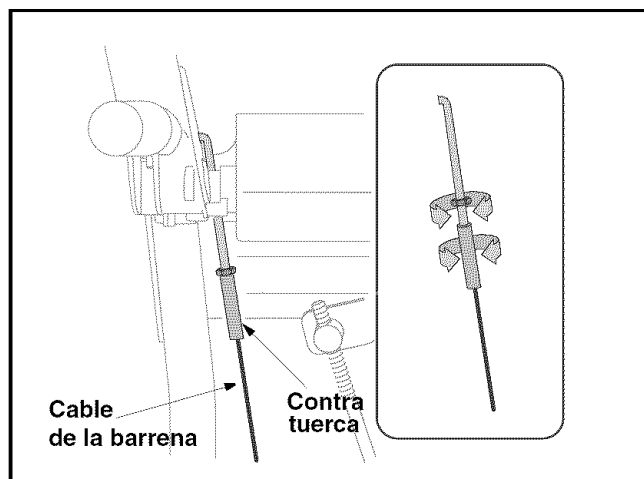

Figura 5
3. Si es necesario realizar ajustes, afloje la contratuerca hexagonal y enrosque el cable (para que no esté tan tirante) o desenrosquelo (para que esté más flojo). Vea la Figura 5.